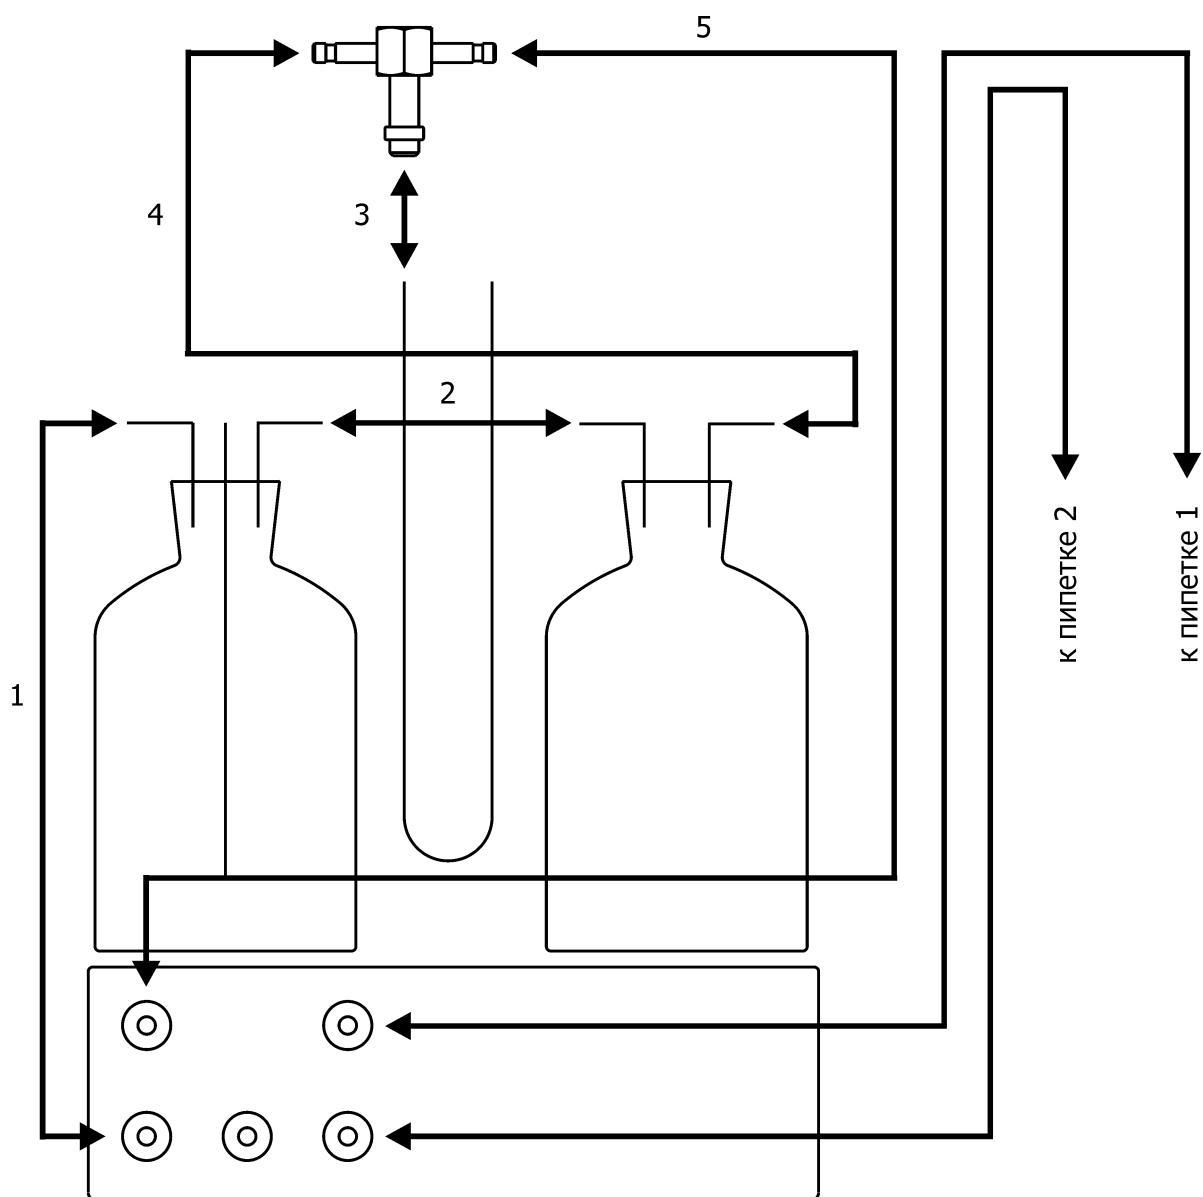

Рисунок 9 — Монтаж вакуумной системы
2.2.9 Выполнить монтаж вакуумной системы (рисунок 9). Для этого соединить при помощи силиконовой трубы из комплекта поставки: